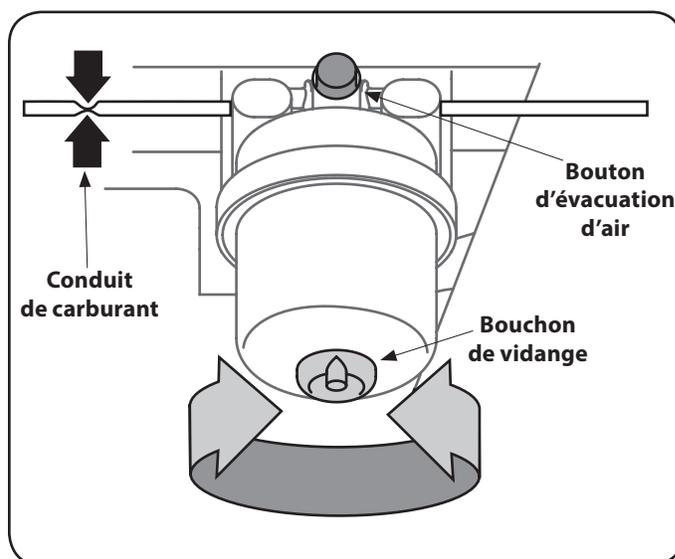

Figure 5-4
3. Tournez le bouchon de vidange dans le sens anti-horaire pour l'ouvrir. Laissez l'eau au fond du filtre s'écouler jusqu'à ce que le diesel pur commence à sortir. Voir Figure 5-4.
5. Tournez lentement le bouton d'évacuation d'air dans le sens anti-horaire jusqu'à ce que le carburant commence à s'échapper du bouton. Tournez le bouton d'évacuation d'air dans le sens horaire pour le fermer. Voir Figure 5-4.
2. Pincez le conduit de carburant situé à l'arrière du filtre à carburant. Voir Figure 5-4.